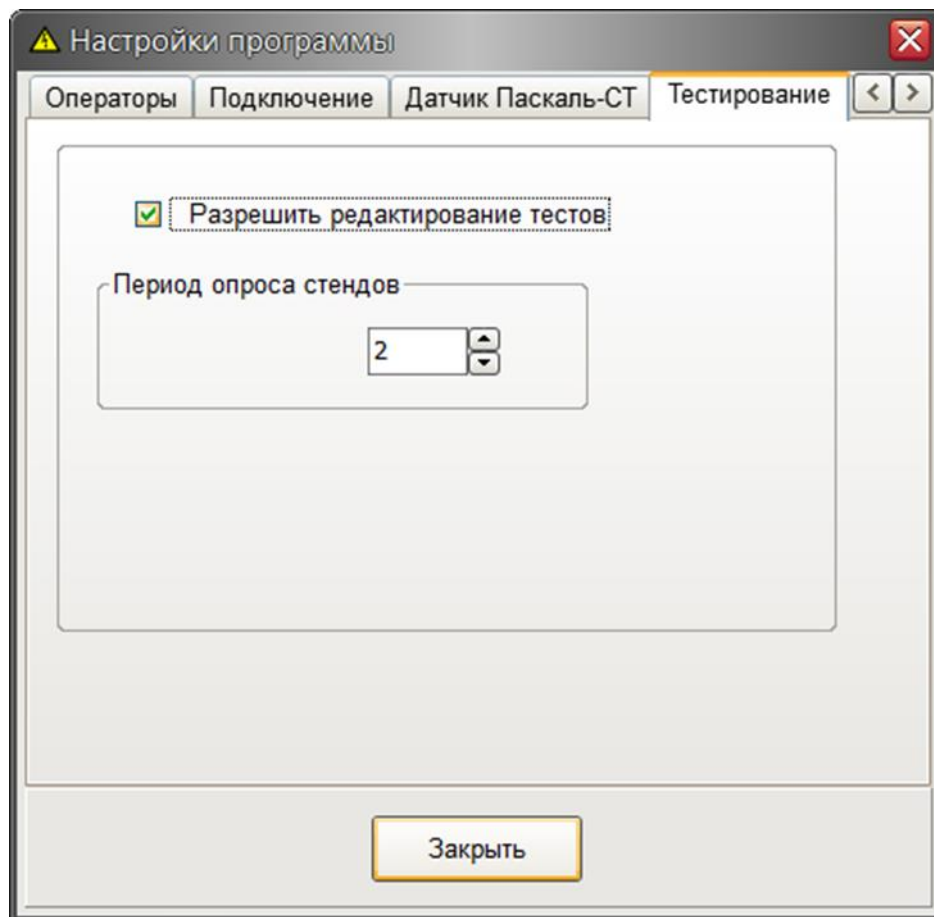

Рисунок 11 – Ввод периода опроса шкафа СЭБ
10. На вкладке «Тестирование» (рисунок 11) указать период считывания программой информации со стенда в секундах (типовое 2 с).